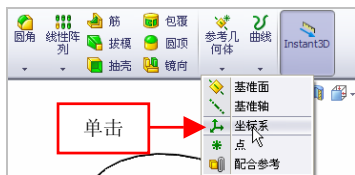

图 4-38 单击【坐标系】按钮
(2) 在【特征】选项卡中, 单击【参考几何体】右侧的下拉按钮, 在弹出的下拉列表中, 单击【坐标系】按钮, 如图 4-38 所示。